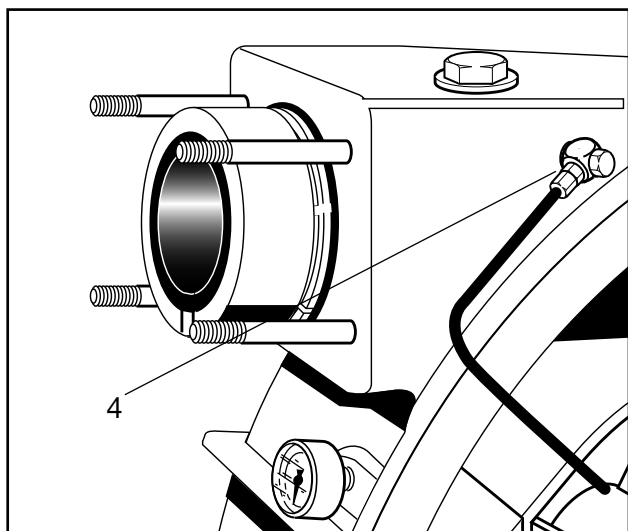

Fig. 29 4 Lille afluftningsrør
5. Skru begge tilslutningsstudser med holdeflange og sekskant-rørmøtrikker af pumpehuset (fig. 29) og træk de to tilslutningsstudser ud af fødeslangen.